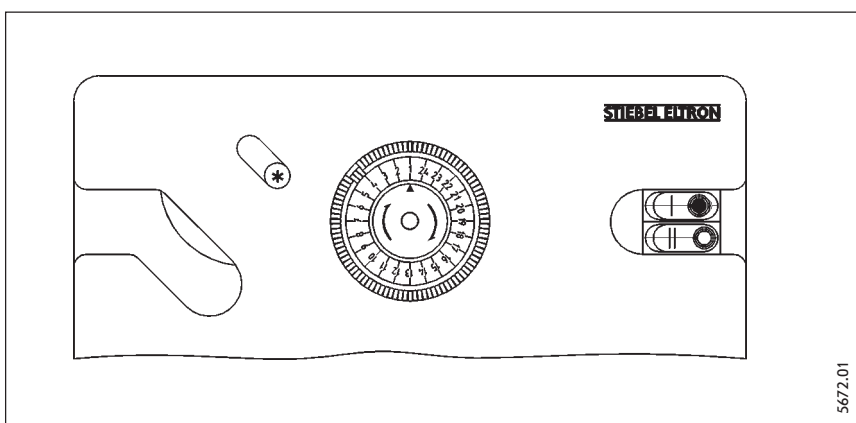

Рис. 10
**Защита от заморозков/замерзания (рис.10)**